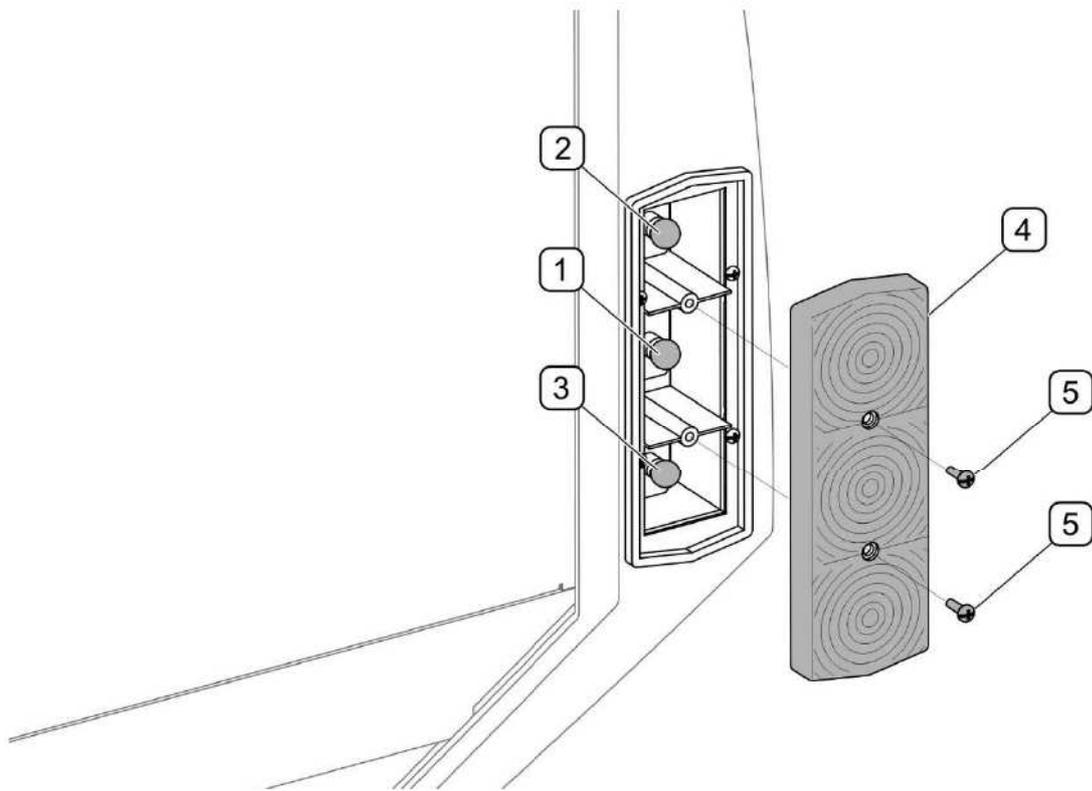

FIGURE 5.29 Remplacement des ampoules des phares
Après le raccordement à la prise à 7 pôles du tracteur, il convient de contrôler le fonctionnement des phares. En cas de brûlure d'une ampoule, il convient de dévisser les vis de (5) fixation du globe (4) de phare et remplacer la ampoule (FIGURE 5.29).